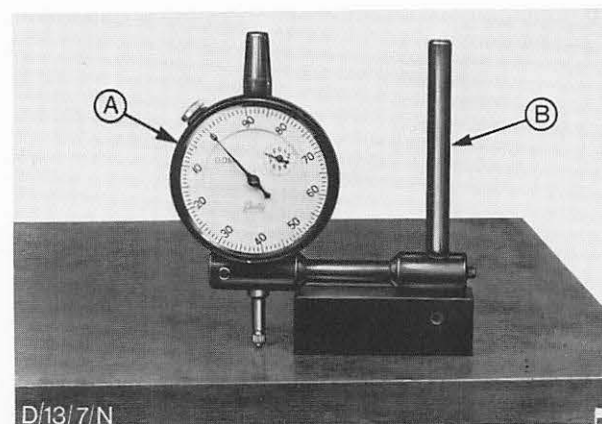

Abb. 16 Nullstellung der Meßuhr
11. Meßuhr 15-046 mit Meßblock 15-008 auf einer Planfläche oder einer Anreißplatte aufstellen. Sicherstellen, daß der Taststift der Meßuhr die Platte berührt, dann Meßuhr auf Null stellen. Abb. 16.